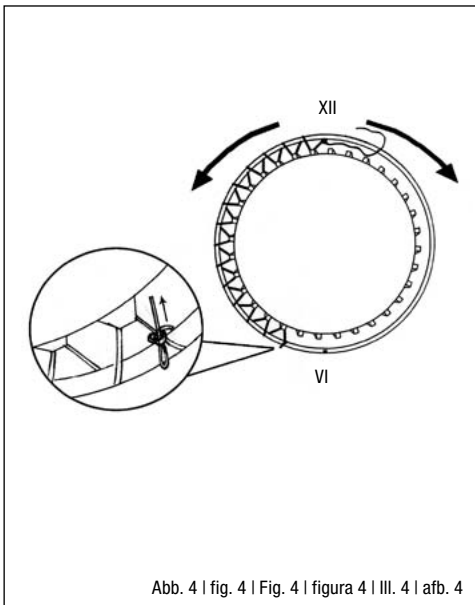

Abb. 4 | fig. 4 | Fig. 4 | figura 4 | III. 4 | afb. 4
Starten Sie nun in Richtung XI Uhr damit, das Seil abwechselnd durch die Schlaufen der Sprungmatte (6) und über den Rohrrahmen (1) zu ziehen. Versuchen Sie die gegenüber liegende Position VI zu erreichen. Ziehen Sie aber das Seil nicht zu stramm, denn sonst liegt die Matte nicht in der Mitte des Rahmens. Sollten Sie nur bis VII oder gar VIII Uhr kommen, ist das zunächst in Ordnung. Machen Sie dort einen lockeren Knoten an den Rahmen, so dass er später wieder leicht geöffnet werden kann (Abb. 4). Bevor die Schnur durch die erste Öse an der Sprungmatte gezogen wird, bitte das blaue Etikett auf der Sprungmatte ausfindig machen, das auf dem Rand der Sprungmatte aufgenäht ist, und es gemäß der Zeichnung dem Nullpunkt zugewandt anordnen. Wird dies versäumt, kann das Sicherheitsnetz nicht an den Netzpfeosten aufgehängt werden.